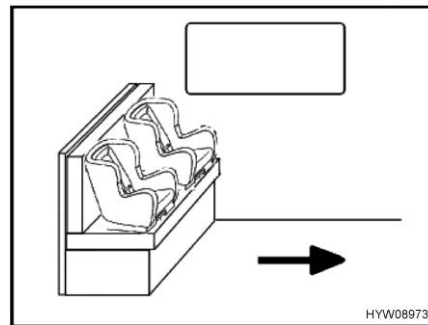
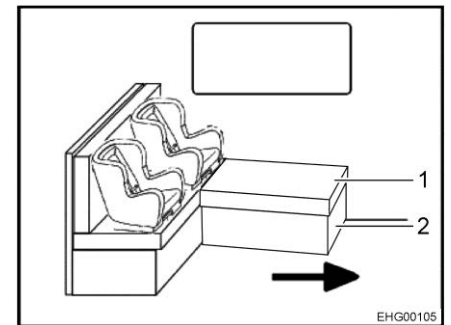

Fig. 16 Seggiolini per bambini sul sedile
Fig. 17 Seggiolini per bambini sul sedile a L
La freccia in Fig. 16 e Fig. 17 indica la direzione di marcia.
- Se necessario, rimuovere il cuscino (Fig. 17,1).
- Se necessario, chiudere la base cassapanca (Fig. 17,2).